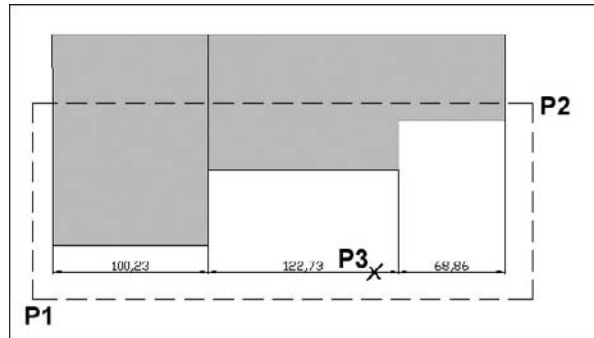

Fig.9.20
- 1 Exécuter la commande de cotation rapide à l'aide d'une des méthodes suivantes (fig.9.20) :